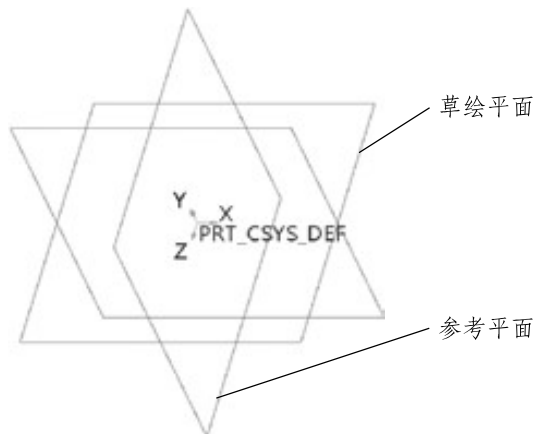

图1-7 选择草绘平面和参考平面
Step 08 选择TOP基准面为草绘平面，RIGHT基准面为参考平面，如图1-7所示。